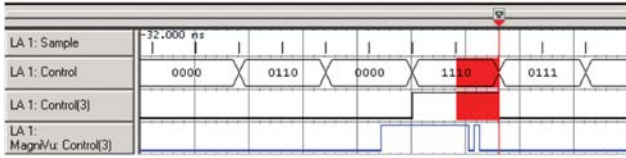

图 11. 毛刺 Control(3)的 MagniVu 波形显示
在本例中，似乎有两个不同的问题导致了毛刺的发生。首先，重点观察 Control (3) 信号线，并显示 Control (3) 信号的 MagniVu 波形。图 11 表明，由于 MagniVu 波形具有较高的分辨率，因此可揭示毛刺只出现在一个数字脉冲的末端 – 不是在脉冲的起点也不是其本身。这是找出故障原因的一个很重要的线索。进行到步骤 IV 时，您将发现可能的原因。